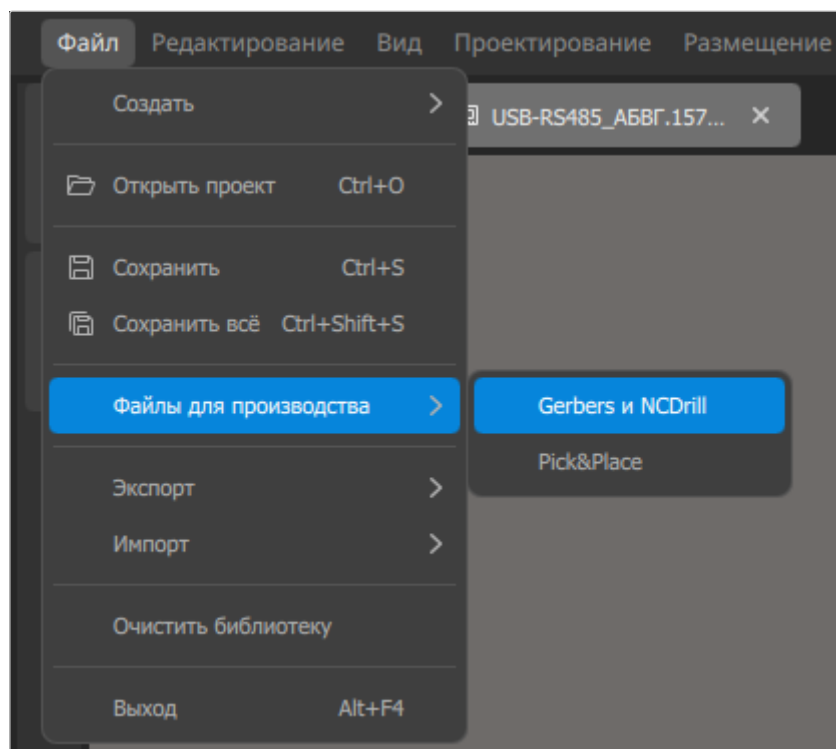

Рисунок 239. Меню «Файл» → «Файлы для производства»
- 2) Вызвать команду меню «Файл» → «Файлы для производства» → «Gerbers и NC Drill» (см. рисунок 239).